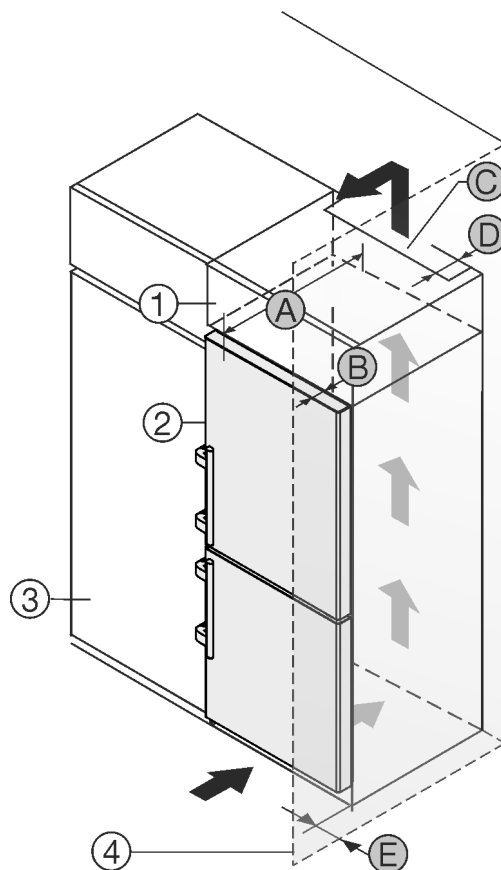

Fig. 2
A készülék közvetlenül a konyhaszekrény *Fig. 2 (3)* mellé állítható.*
A rátétszekrény hátoldalán egy megadott mélységű *Fig. 2 (D)* szellőzőaknát kell kialakítani a rátétszekrény teljes szélességében.*
A mennyezett alatt be kell tartani a szellőző keresztmet-szetet *Fig. 2 (C)*.*
Ha a készüléket a zsanérjaival a fal *Fig. 2 (4)* mellé állítja fel, legalább 57 mm távolságot kell tartani a faltól. Ez a fogantyú túlnyúlásának felel meg, amikor kinyitja az ajtót.*
Ahhoz, hogy az ajtót teljesen ki tudja nyitni, a készüléknek a konyhaszekrény elülső oldalához képest legalább az ajtó mélységének *Fig. 2 (B)* megfelelően ki kell állnia. A konyha-szekrények *Fig. 2 (3)* mélységétől és a fali távtartók haszná-latától függően a készülék nagyobb mértékben is túllóghat előrefelé.*